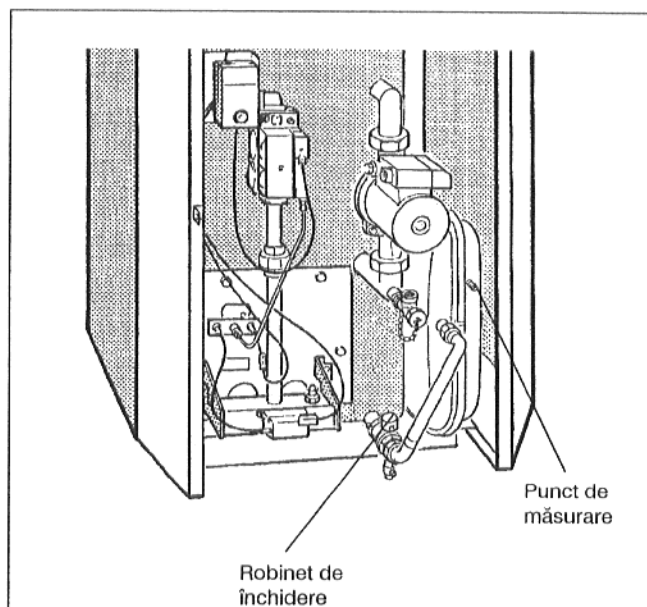

Fig. 24: G 124 XV: Vas de expansiune pornind de la mărimea cazanului 20-4 pe peretele posterior al cazanului
- Se îndepărtează calota roșie și se închide ventilul de închidere (Fig. 24).
- Se îndepărtează capacul de închidere de la locul de măsurare (Fig. 24) și se corectează presiunea.